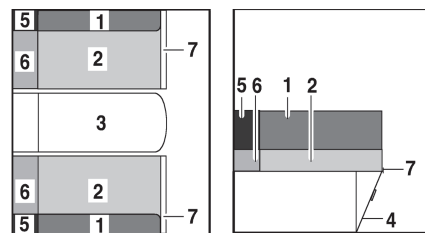

Fig. 112 Después de ampliar
- Abatir la prolongación del banco de asiento (Fig. 112,7) hacia arriba y colocar una cuña con la trampilla (Fig. 112,4).
- Sacar los cojines del respaldo (Fig. 112,1) y los cojines del asiento (Fig. 112,2) sobre la prolongación del banco de asiento.
- Colocar los cojines adicionales (Fig. 112,6) entre los cojines del asiento y la pared exterior.
- Colocar los cojines adicionales (Fig. 112,5) entre los cojines del respaldo y la pared exterior.